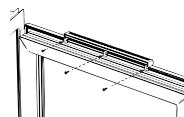

Рис. 7
4. Удалить защитную плёнку с клейкой ленты на поверхности клапана. Установить клапан на створку и закрепить саморезами (рис.7).